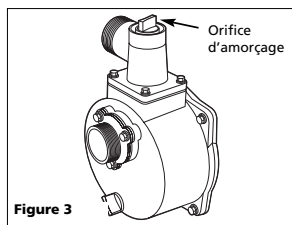

Figure 3
9. Ajoutez de l'eau au port d'amorçage de la pompe (Figure 3). Continuez à ajouter de l'eau jusqu'à ce que le niveau soit d'environ 3 po du dessus. Installez le bouchon de pompe d'amorçage. L'eau de la pompe créera une suction qui amorcera la pompe.